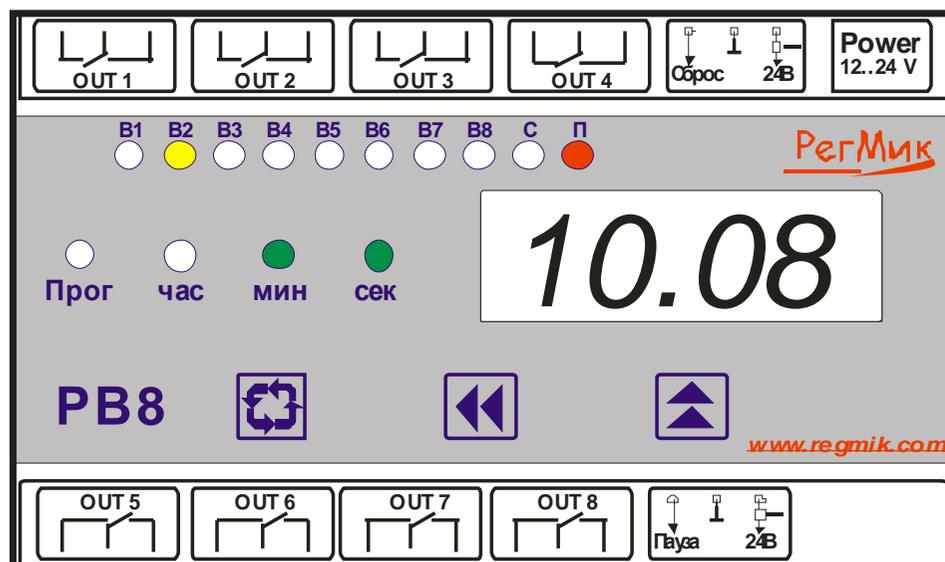

Рисунок 3.4 – Передняя панель прибора
3.3.2 На передней панели прибора (рис. 3.4), расположены четырехразрядный цифровой индикатор, служащий для отображения буквенно-цифровой информации, четырнадцать светодиодных индикаторов, сигнализирующих о режимах работы прибора, и три кнопки управления.